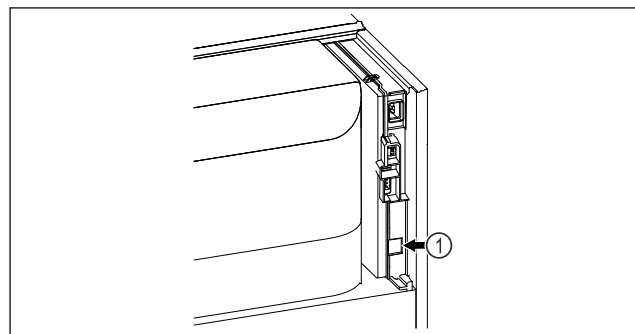

Fig. 92
- ❑ Το SmartModule Fig. 92 (1) είναι τοποθετημένο.